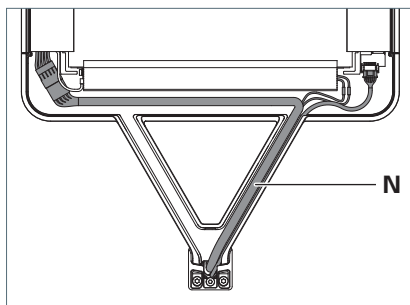

Fig. 8 : Ranger les câbles.
- Rangez les câbles **N** dans la tête du luminaire, tel qu'illustré, voir Fig. 8.